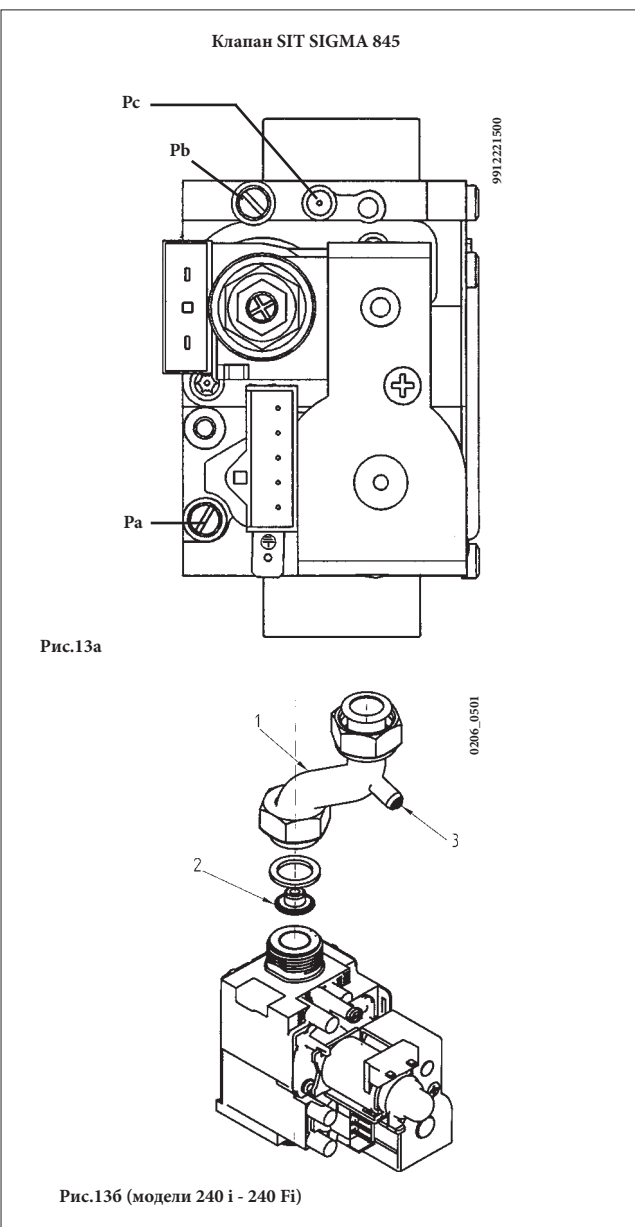

Рис.13a
- Проверить динамическое входное давление газа (штуцер Pa, рис. 13a). Номинальные давления: **20 мбар** для природного газа, **37 мбар** для пропана или **30 мбар** для бутана.
- Открутить винт на штуцере Pb (рис. 13a) и присоединить к штуцеру Pb манометр. Для моделей 240 i/Fi использовать штуцер (3) расположенный на трубе подачи газа (Рис.13 б).